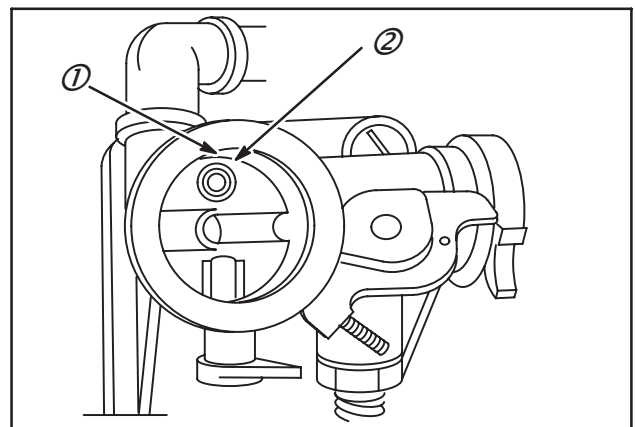

Fig. 38
Ne pas utiliser de pâte au montage. Lors du remontage du volet et de l'axe, mettre le volet du côté court de l'axe (1) de façon à ce que la soupape-clapet (2) soit visible en position plein starter, Fig. 38.